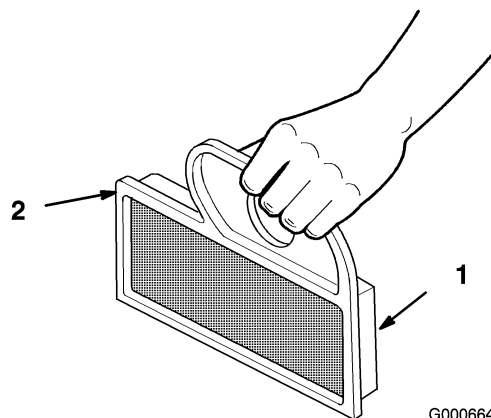

Figura 35
1. Picchiettate leggermente l'elemento su una superficie piana per rimuovere polvere e morchia (Figura 35).